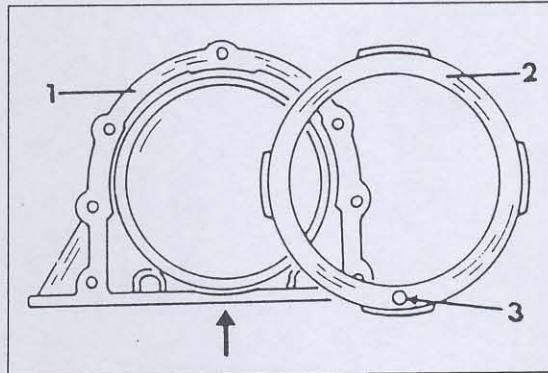

Bild 103
- Den hinteren Öldichtring der Kurbelwelle in den Flansch einschlagen. Wie aus Bild 103 ersichtlich ist, wird der Dichtring von der Aussen-seite des Flansches eingeschlagen und dann mit dem Halteblech befestigt. Das Bild zeigt die Anordnung bei Motoren vor Baujahr 1993. Bei den "G6"-Motoren wird ein Öltrennblech verwendet. Dieses muss in den Öldichtringflansch eingedrückt werden, so dass das Ölschmierloch genau in der Mitte an der Unterseite des Dicht-ringflansches sitzt, wie man es im Bild sehen kann. Bei Motoren eines späteren Herstel-lungsdatums wird der Dichtring von der Innenseite des Flansches eingeschlagen oder eingepresst. Die Dichtlippe des Ringes in der Innenseite mit Fett einschmieren.